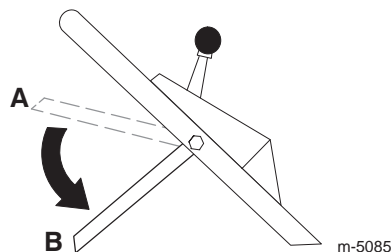

Figura 17
10. Sulte la barra de control de la cuchilla; consulte la posición B de la Figura 17. Debe oír un ruido fuerte. La cuchilla debe detenerse en tres segundos.